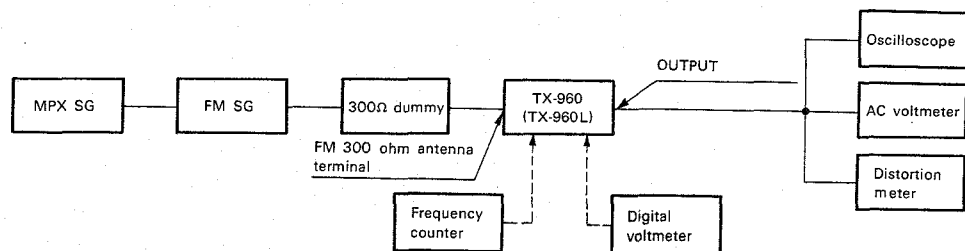

Fig. 11-1. FM adjustment connection diagram
- Faire les raccordements comme indiqué en Fig. 11-1. Note: Modulation stéréo: Principal 1kHz L+R \pm 68,25kHz dév. Pilote 19kHz \pm 6,75kHz dév.